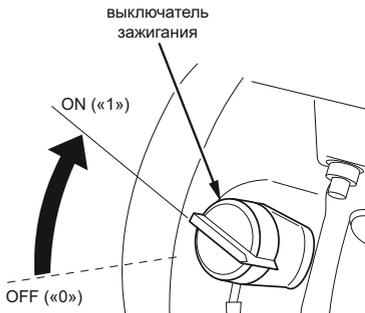

Рис. 10
- 8.7.8. Перевести выключатель зажигания в положение «ON» («1») (см. рис. 10) (кроме насоса WP101).
- 8.7.14. Для запуска насоса при температуре окружающего воздуха $+1 \dots +10^{\circ}\text{C}$, необходимо перевести выключатель зажигания в положение «OFF» («0») (см. рис. 10) (кроме насоса WP101). Без излишней силы 3-4 раза дернуть за ручку шнура стартера на себя. Далее действовать как указано в пунктах 8.7.6. - 8.7.12.
8.8.2. Перевести выключатель зажигания (рис. 10) в положение «OFF» («0»). Для выключения насоса WP101 - нажать на кнопку «СТОП», расположенную на его корпусе;